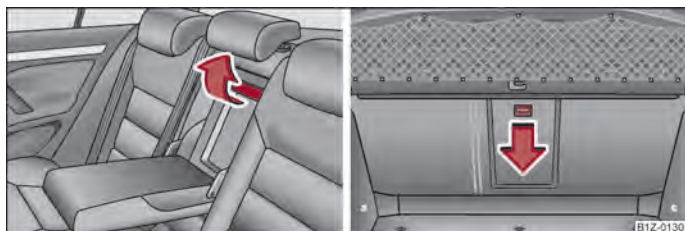

Fig. 87 Sièges AR : Poignée du couvercle/Coffre à bagages : Touche de déverrouillage
- Tirez la poignée à fond vers le haut et ouvrez le couvercle vers le bas ⇒ fig. 87 - à gauche.
- Poussez la touche de déverrouillage vers le bas ⇒ fig. 87 - à droite et rabattez le couvercle (avec l'accoudoir) vers l'avant.